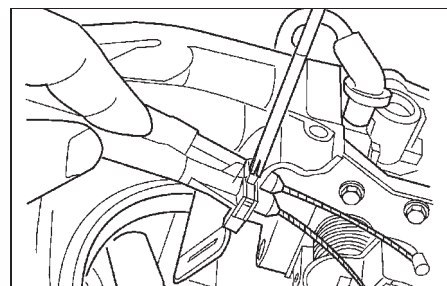

Рис. 7. Держатель оплетки троса.
(9) Сожмите фиксаторы держателя оплетки троса и вытяните трос из кронштейна (рис. 7).